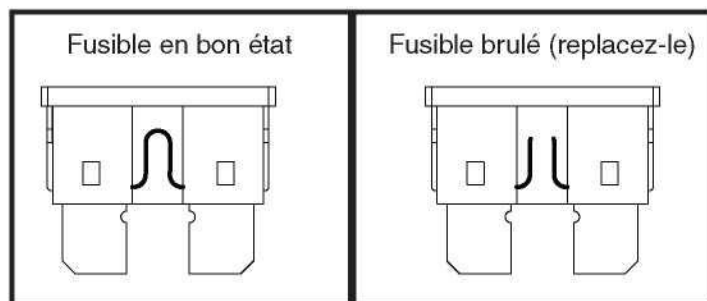

Figure 31. Le remplacement des fusibles
2. Examinez-le pour vérifier s'il est brûlé. Voir la figure 31.